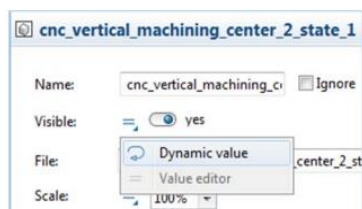

Рисунок 14.10 – Динамічне значення
- наведіть вказівник миші на піктограму статичних параметрів, яка відображається поряд із видимою міткою, і натисніть на динамічному значенні (рис. 14.10).